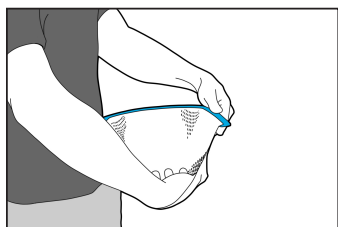

Fig. 1
2. Når du skal strekke en U-ramme eller S-ramme på forhånd, holder du masken mot hoften din med den ene hånden og strekker masken ca. 15 cm (6 tommer) med den andre hånden. (Fig. 1)